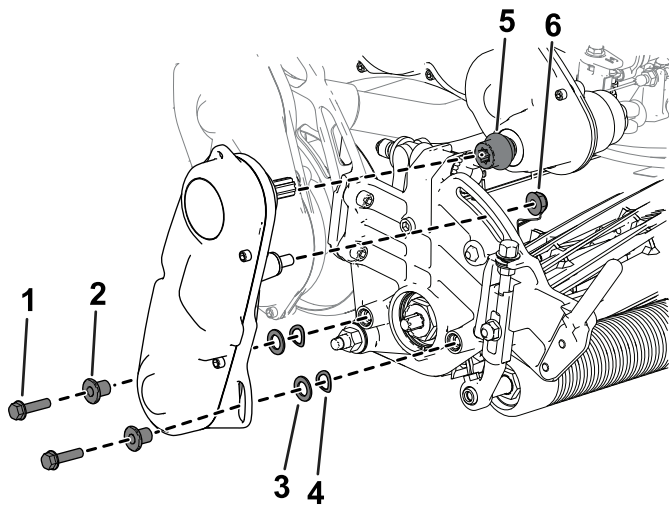

Figura 50
3. Retire el conjunto de la transmisión del molinete de la unidad de corte (Figura 50) y conserve los herrajes.